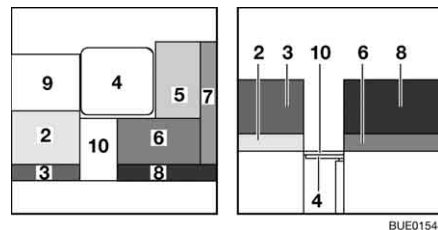

Fig. 140 Durante la trasformazione
- Ruotare verso l'alto la prolunga del cassonetto (Fig. 140,10) e agganciarla al sedile Vario.
- Ruotare verso l'alto la prolunga del sedile Vario (Fig. 140,9) e agganciarla.
- Rimuovere il cuscino dello schienale (Fig. 140,7) e riporlo.
- Rimuovere il cuscino del divano (Fig. 140,5) e riporlo.
- Appoggiare il cuscino dello schienale (Fig. 140,7) tra la dinette a L e il sedile Vario.